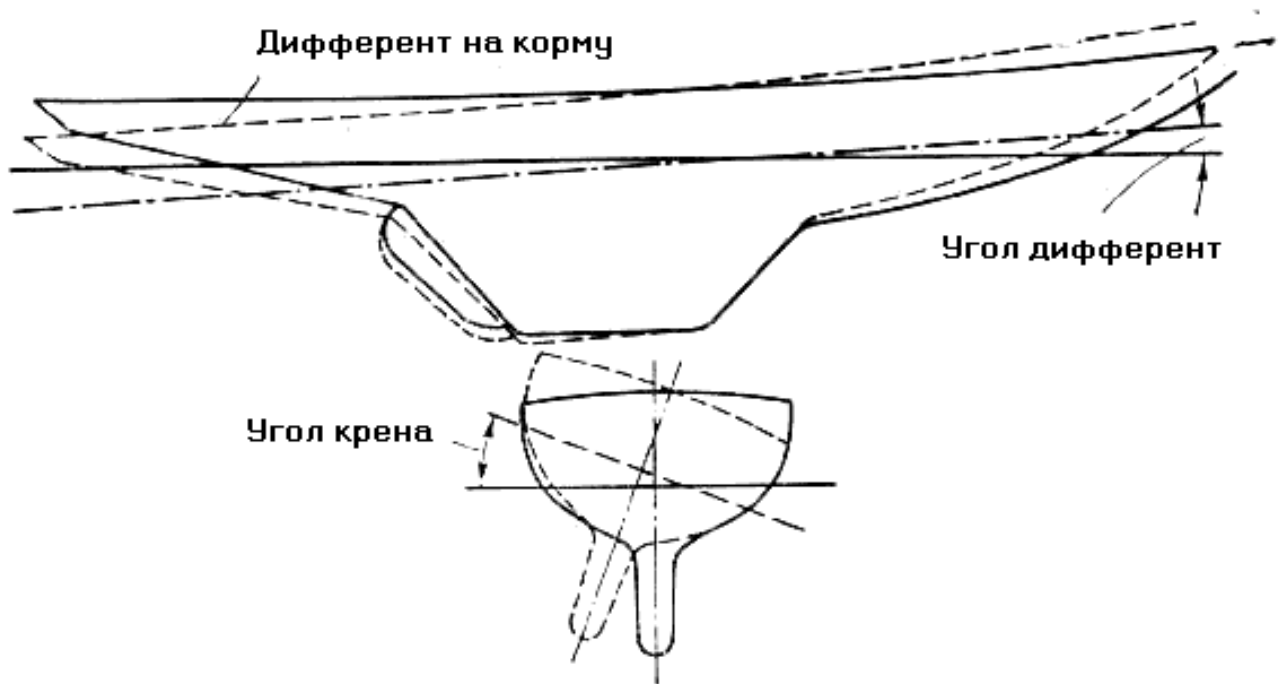

Рис. 77. Крен и дифферент
**Остойчивость.** Если судно сидит так, что его расчетная ватерлиния не параллельна действительной в продольном направлении (рис. 77), то говорят, что судно имеет дифферент на нос или корму. Дифферент обычно является следствием неверного расчета судна, или неправильно распределения грузов по длине судна, или, наконец, следствием затопления его кормовых или носовых отсеков.